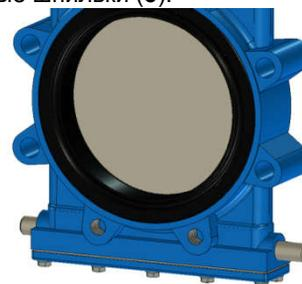

Рисунок 3
3. Ослабьте гайки (8c) на крышке сальника (8).
4. Снимите крышку сальника (8) с резьбовых шпилек (8a).
5. Удалите жгуты сальниковой набивки (9) и грязесъемник (9a).
7. Снимите шибер (6) и проверьте его на наличие возможных повреждений, таких как задиры и царапины. Повреждения шибера могут привести к износу набивки (9) и седел (13)
8. Снимите седла (13). Процедура описана в разделе А.
9. Снимите заглушки (55)
10. Используйте пластиковый или деревянный круглый брус, вставленный через промывочные порты, чтобы зафиксировать и остановить шибер, см. рисунок 3.
11. Вставьте шибер (6) в корпус задвижки (10).
12. Установите нижний грязесъемник (9a) на дно сальниковой коробки. Приступите к монтажу первого жгута (9) на одной из продольных сторон шибера (6). Чтобы протолкнуть жгут в сальниковую коробку, пользуйтесь тупым пластмассовым или деревянным инструментом и молотком.